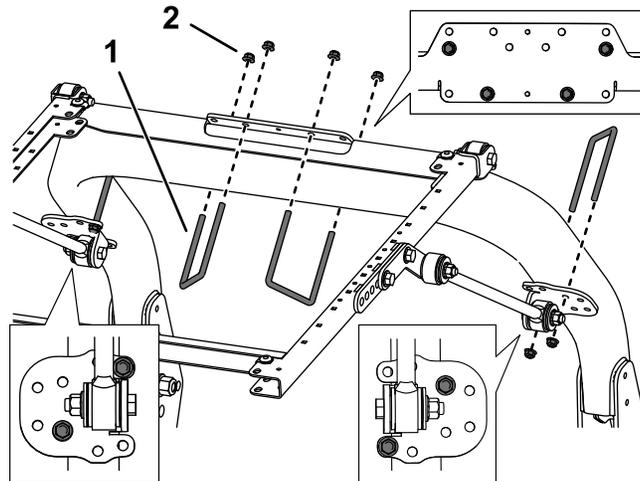

Figura 36
8. Utilizzando i fori di montaggio illustrati nella Figura 36, fissate, senza serrarla, ciascuna delle staffe di ancoraggio ai montanti del roll bar con un bullone a U (3½" x 5") e 2 dadi flangiati.